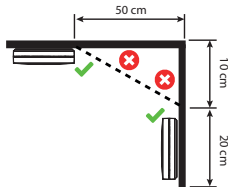

Figure 2 : min. 50 cm du mur
- Au plafond : la fumée monte et se propage horizontalement. Installez de préférence le détecteur de fumée au centre du plafond, à au moins 50 cm des murs ou des coins (voir figure 2).